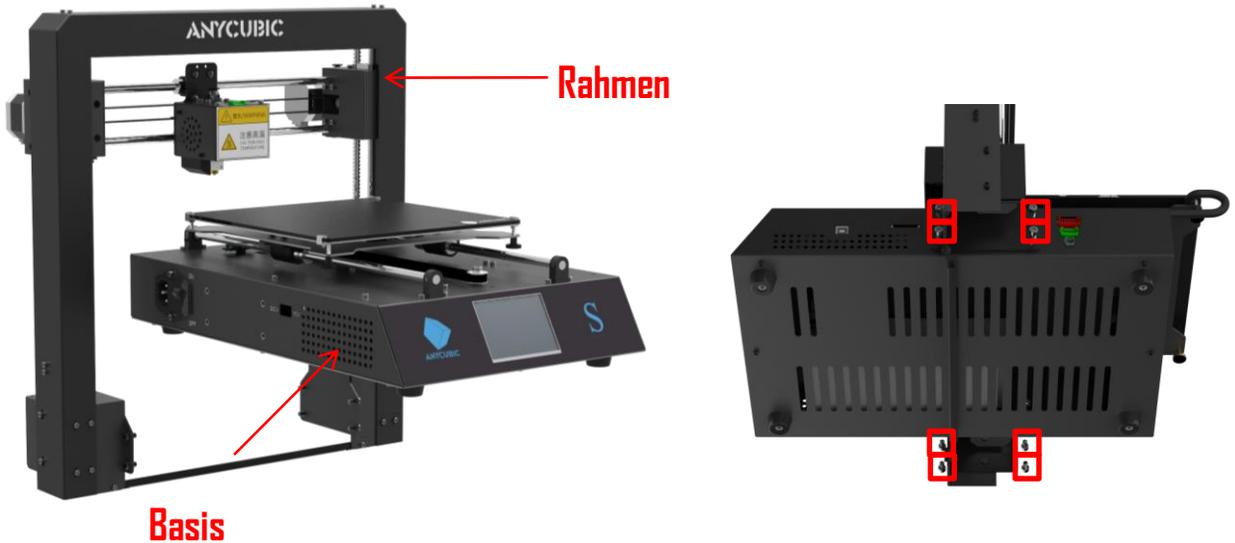

Abbildung 1
(1) **Abb.1**, Heben Sie den Sockel vorsichtig an, damit er in den Rahmen passt, und befestigen Sie ihn mit 8 Stück Sechskantschrauben M5*8 mm, wie in den roten Kästen gezeigt. Befestigen Sie die Schrauben, wenn alle Schrauben vorinstalliert sind.